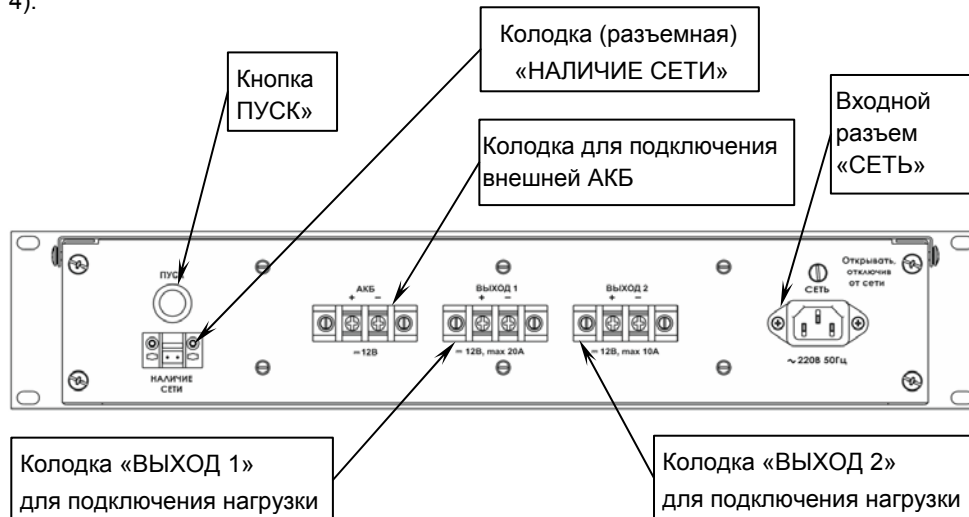

Рисунок 2 – Задняя панель изделия
На задней панели изделия расположены (см. рисунок 2):
Включение изделия после замены АКБ при отсутствии напряжения питающей сети осуществляется кнопкой «ПУСК» (см. рисунок 2).
**Выполнить подключение изделия при отключенном сетевом напряжении в следующей последовательности (см. рисунок 2):**